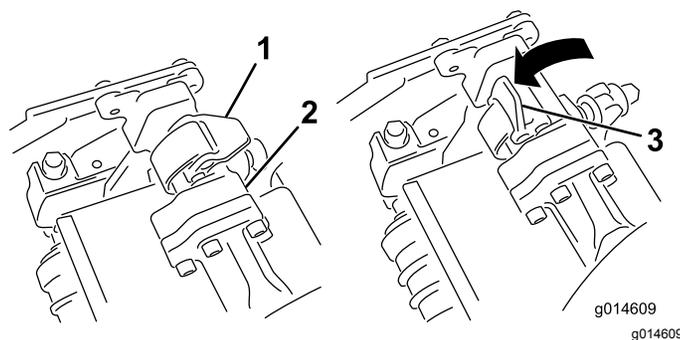
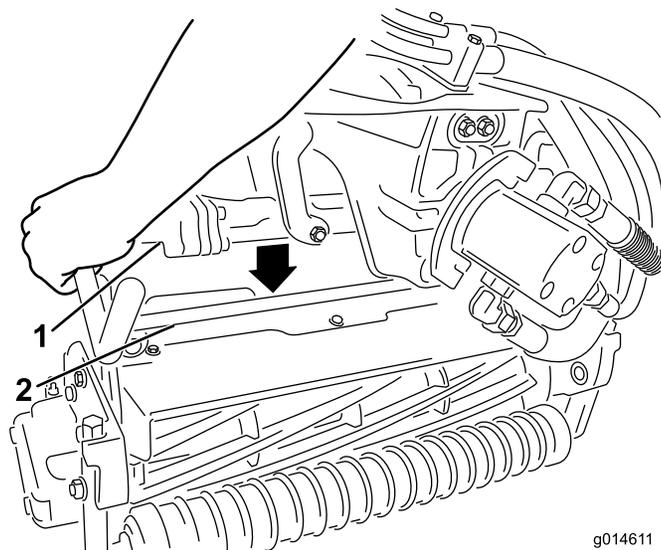

Рисунок 45
Рисунок 46
3. Когда защелки на штанге рычага подвески направлены вверх (т.е. открыты) (Рисунок 45), нажмите на рычаг подвески так, чтобы штанга села на поперечный стержень наверху режущего блока (Рисунок 46).
4. Опустите защелки и поверните вокруг стержня режущего блока и заблокируйте их (Рисунок 45).
4. Откройте защелки на штанге рычага подвески режущего блока, который необходимо снять (Рисунок 45).